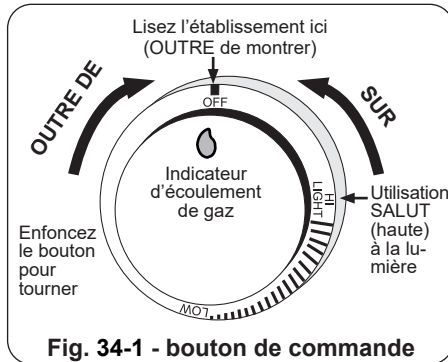

Fig. 34-1 - bouton de commande
**Pour votre convenance et sûreté ; quand le bouton de commande est tourné a la position de fonctionnement, l'indicateur d'écoulement de gaz changera de bleu en le rouge. (Le rouge indique l'écoulement de gaz.) Voir la Fig. 34-1.**